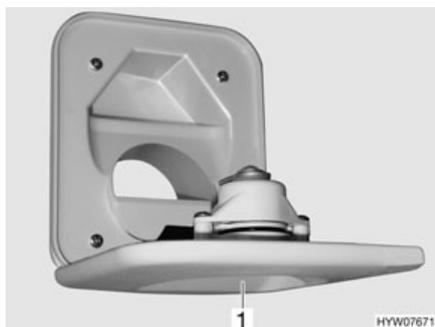

Fig. 254 Tubo de llenado de agua potable para el inodoro
- Abrir el tubo de llenado de agua potable para el inodoro (Fig. 254,1) encima de la trampilla para el depósito de aguas fecales y girarlo hacia abajo.